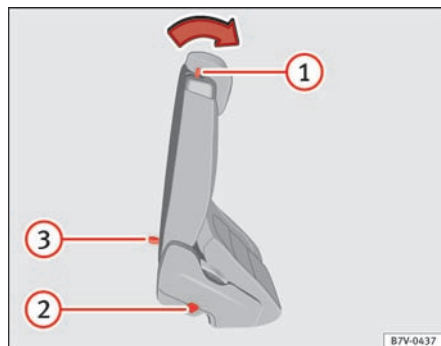

Fig. 81 2. sæderække: betjenings-elementer til indstigningshjælp
- Fjern om nødvendigt genstande fra fodrummet på 2. sæderække ⇒ ④.
- Tryk grebet ⇒ Fig. 81 ① frem, og klap bagsæderyglænet fremad. Det komplette bagsæde klapper fremad ⇒ ⚠ og kan skubbes endnu længere fremad i længderetningen.